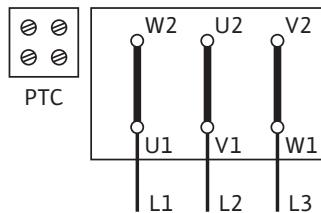

Fig. 45: Y-Δ-Anlauf (Standard)
Das Anschlusschema für den Elektroanschluss befindet sich im Klemmenkasten (siehe auch Fig. 45/46).
- Der Netzanschluss an das Klemmenbrett ist abhängig von der Motorleistung P_2 , von der NetzsSpannung und von der Einschaltart. Die erforderliche Schaltung der Verbindungsbrücken im Klemmenkasten ist der folgenden Auflistung „Tab. 4: Belegung der Anschlussklemmen“ auf Seite 18 sowie Fig. 45/46 zu entnehmen.
Y-Δ-Anlauf (Standard)	Verbindungsbrücken entfernen (Fig. 45)